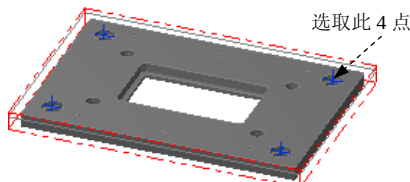

图 2.27 选取钻孔点
Step2. 设置加工区域。在图形区中选取图 2.27 所示的点，单击  按钮，完成加工点的设置，同时系统弹出“2D 刀具路径-螺旋铣孔”对话框。